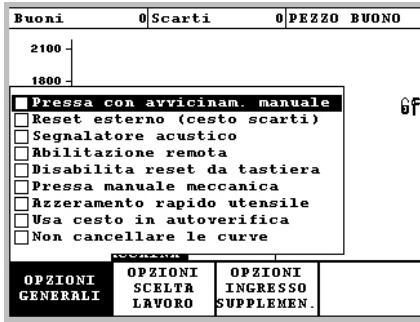

Figure 42
- OPTIONS GÉNÉRALES où il est possible de choisir le type de machine (Figure 42)
Attendre le transfert des courbes	L'option "habilitation à distance " est active (voir Figure 42)